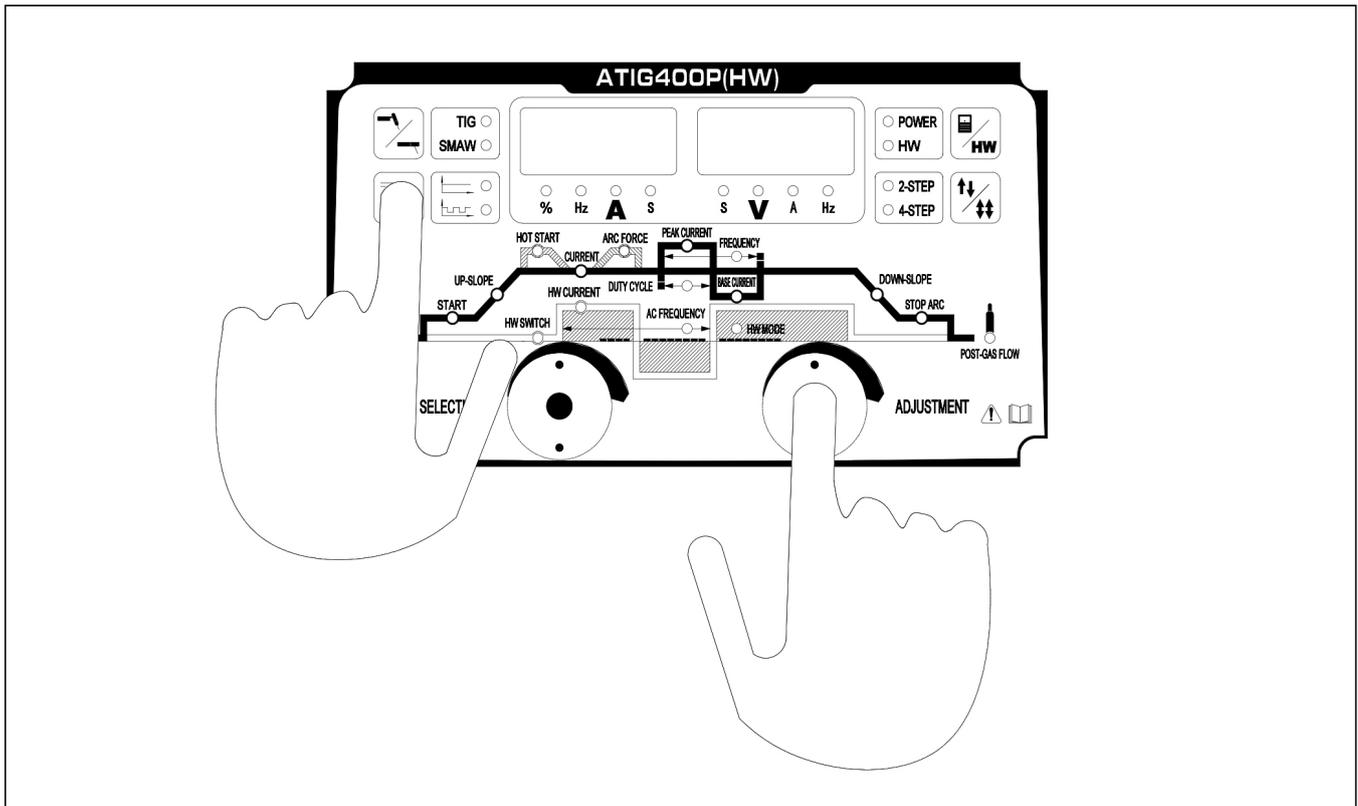

Рис. 4-3-7: Переключение режима охлаждения с газового на водяное
- При использовании горелки с газовым охлаждением, одновременно нажмите и удерживайте ручку выбора и ручку регулировки в течение 3 секунд. Код "E0A/806" исчезнет, и машина переключится на газовое охлаждение. При использовании горелки с газовым охлаждением, сварочная машина не показывает защиту от нехватки воды. (Рис. 4-3-7).